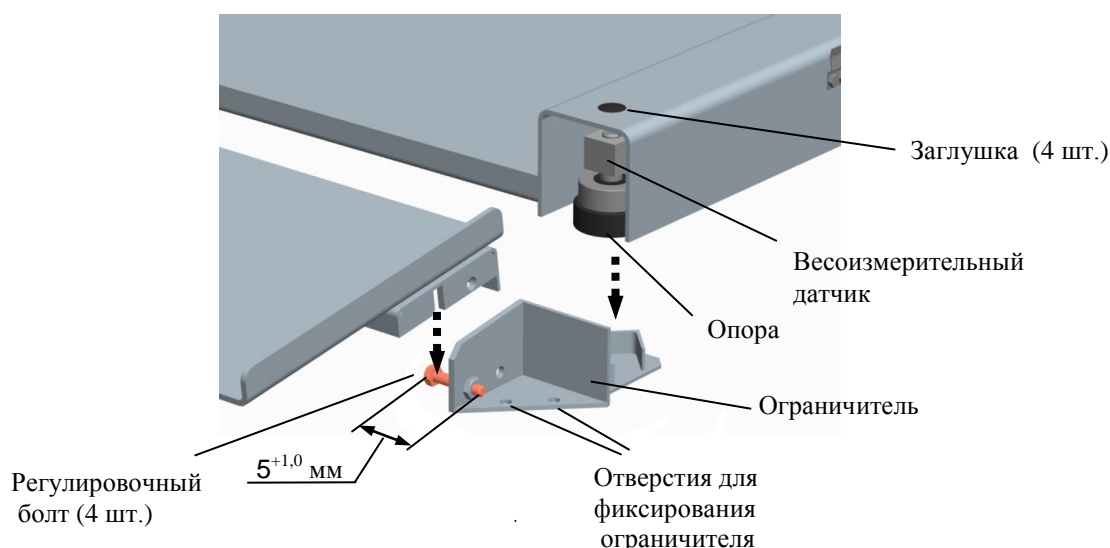

Рис. 4.2 - Сборка модуля
- 4.2.5 Вкрутите в ограничители болты и затяните гайки так, чтобы зазор между головкой болта и стенкой ограничителя был $5^{+1,0}$ мм (Рис. 4.2).
- 4.2.6 Поочередно приподнимая каждый из четырех углов платформы, подложите ограничители под опоры датчиков и наденьте пандусы (Рис. 4.2).
☞ При необходимости зафиксируйте ограничитель болтами М10 (8 шт.) через отверстия (Рис. 4.2).